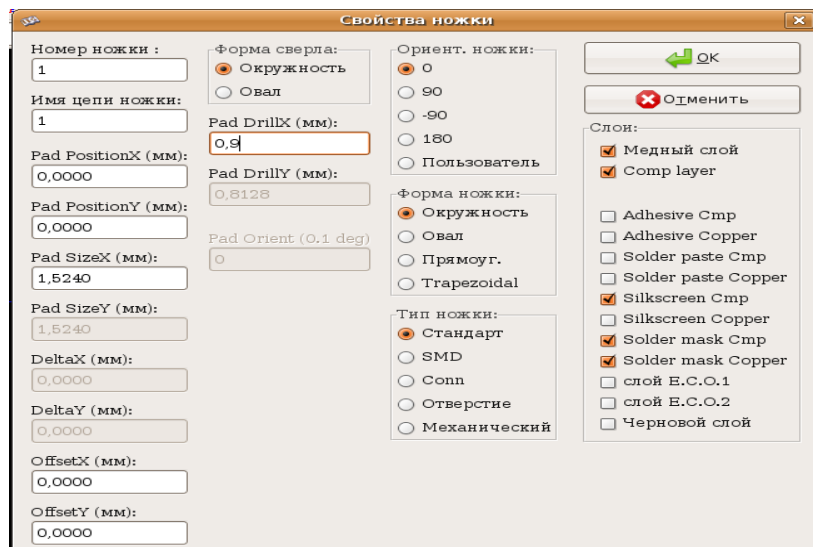

Рисунок 12 — Свойства вывода
- Надо выбрать первый контакт  в левой панели, затем второй и т.д. Первый контакт желательно поставить  в начало координат. Надо указать свойства контакта: контекстное меню — Edit Pad (рисунок 12). Обязательно надо указать имя цепи ножки, иначе к контакту не будет подводиться проводник, например, номер ножки -1, имя цепи ножки -1, а у номера ножки 2, имя цепи ножки - 2.